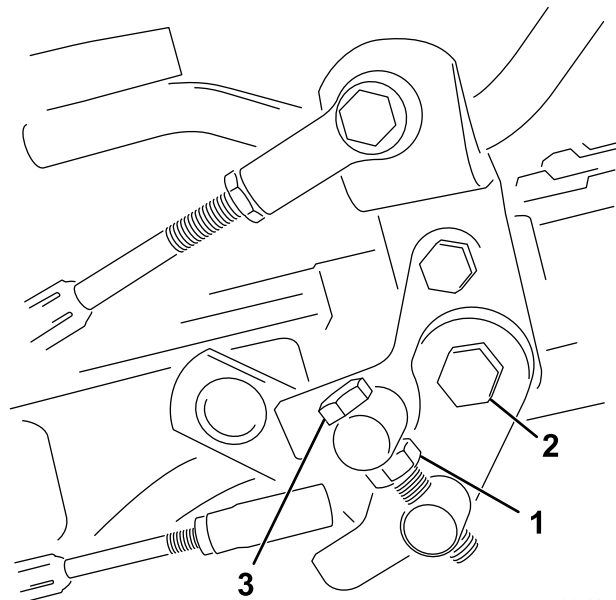

図 49
1. トラニオン・ボルトのジャムナットをゆるめる（図 49）。
4. トラニオン・ボルトのジャムナット、およびペダル・ピボットのナットを締め付けて調整を固定する（図 49）。調整を確認し、必要に応じて再調整する。